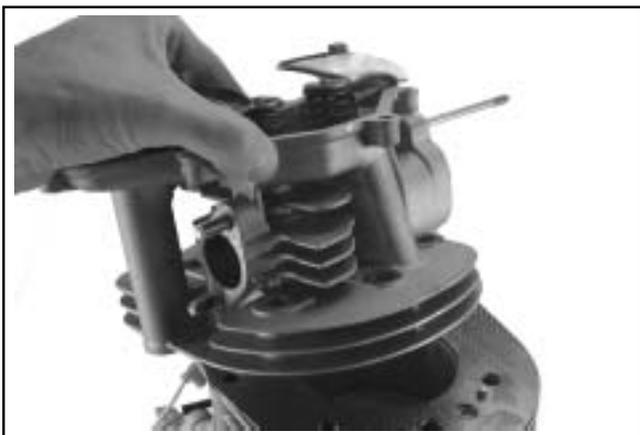

Figura 8-30. Rimozione di testata e relativa guarnizione.
5. Rimuovere la testata e la relativa guarnizione. Vedere Figura 8-30.